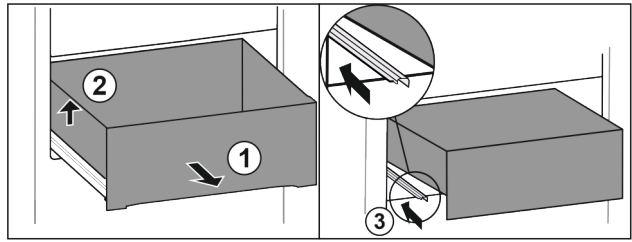

Fig. 71
- ▶ Tirer le tiroir jusqu'en butée. Fig. 71 (1)
- ▶ Soulever le tiroir sur la gauche. Fig. 71 (2)
- ▶ Rentrer le rail de gauche. Fig. 71 (3)